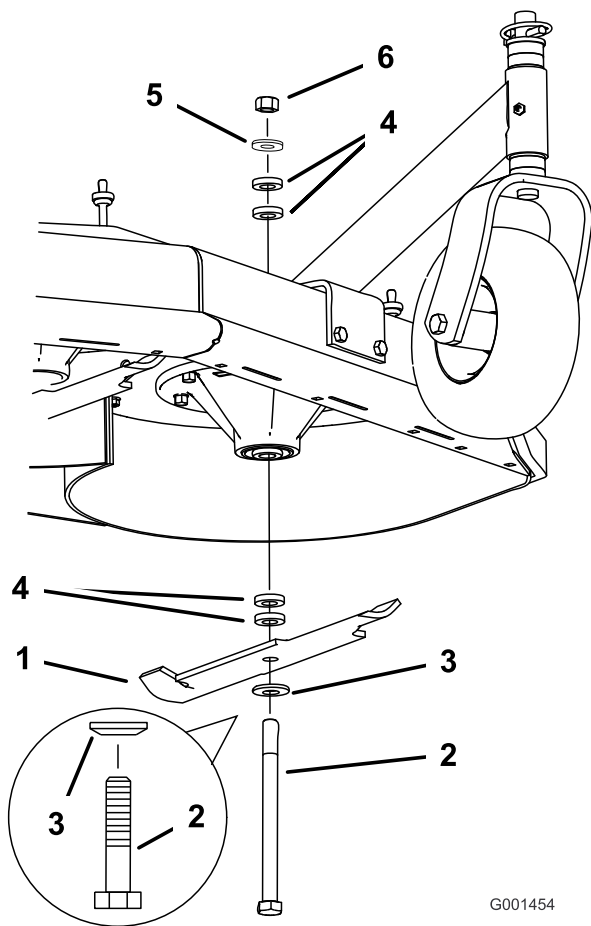

Figura 47
2. Retire la tuerca, el perno de la cuchilla, la arandela curva, la cuchilla, los espaciadores, y la arandela fina del eje (Figura 47).
- Instale la arandela curva y luego la cuchilla en el perno. Seleccione el número correcto de espaciadores para la altura de corte deseada, y deslice el perno dentro del eje (Figura 47).
- Instale los espaciadores restantes, en su caso, y sujételos con una arandela fina y una tuerca (Figura 47).